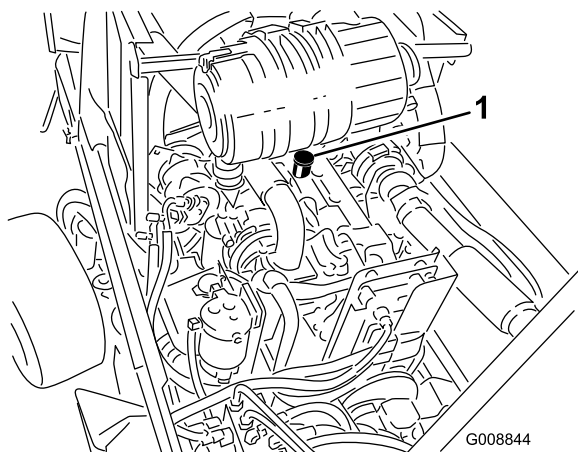

Bild 60
3. Wenn der Ölstand unter der Niedrig-Marke liegt, nehmen Sie den Fülldeckel ab (Bild 60) und gießen Sie genug Öl ein, um den Ölstand bis zur Voll-Marke anzuheben. **Nicht überfüllen.**